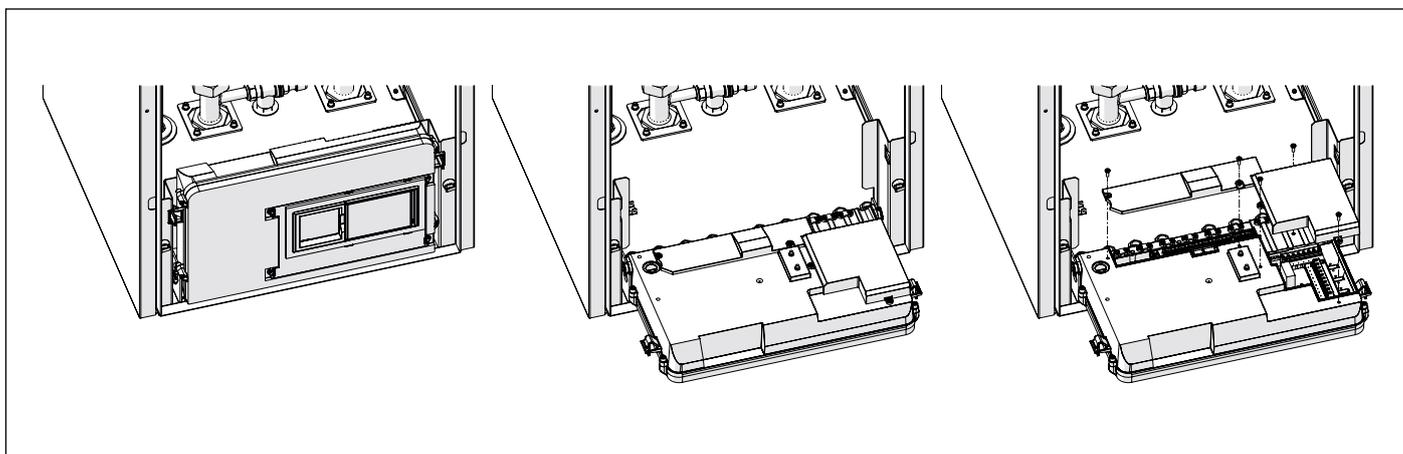

图 26 配电箱
- 将配电箱向前旋转 90°（请参阅图 26 配电箱）。
- 拧下将两个盖板（A 和 B）固定在配电箱上的螺钉，将其从外部电气连接上取下（请参阅图 26 配电箱）。